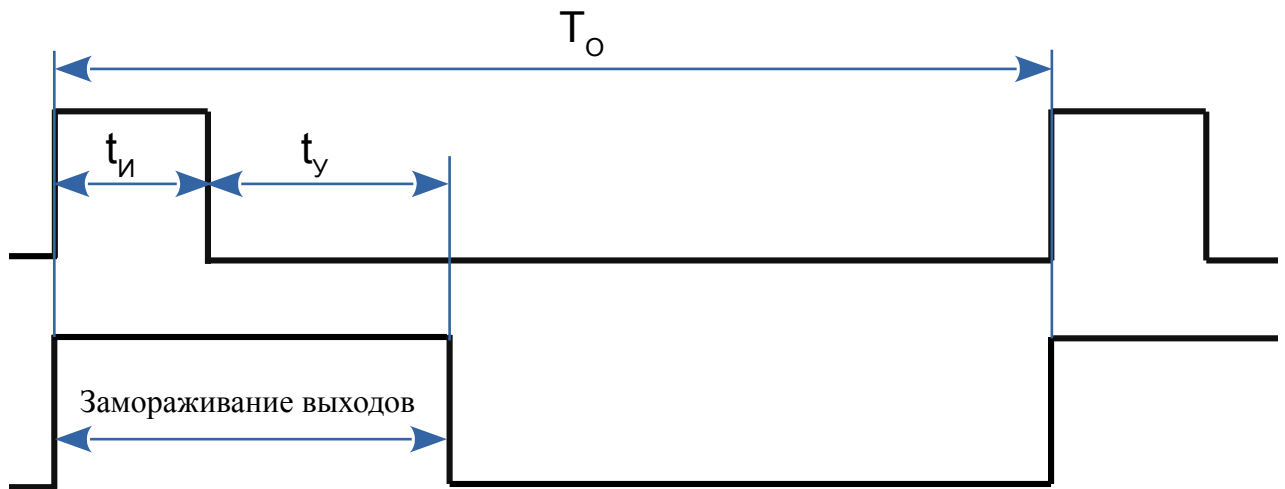

Рисунок 20 - Временные диаграммы, поясняющие работу анализатора в режиме очистки «Включена»
3.3.6.2 В режиме очистки «Включена» обеспечивается формирование временных интервалов, значения которых задаёт пользователь (смотри Рисунок 20), а именно: